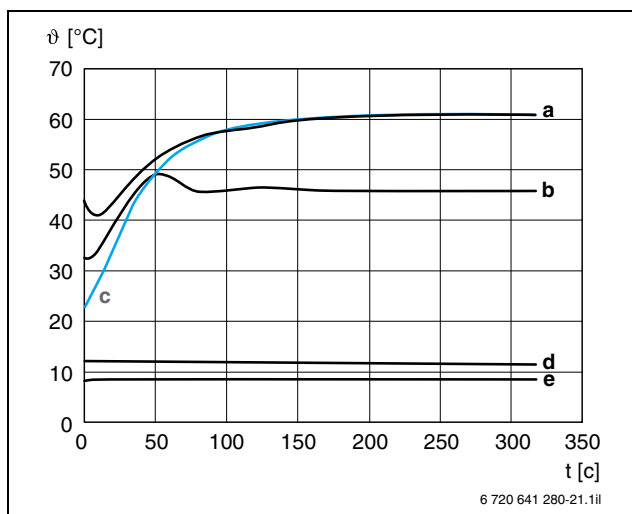

Рис. 48. Выходная температура горячей воды и поддерживаемая температура горячей воды в зависимости от настроек на BC20
- Функция поддержания температуры с регулируемой выходной температурой горячей воды от 40°C до 60°C (рис. 48);